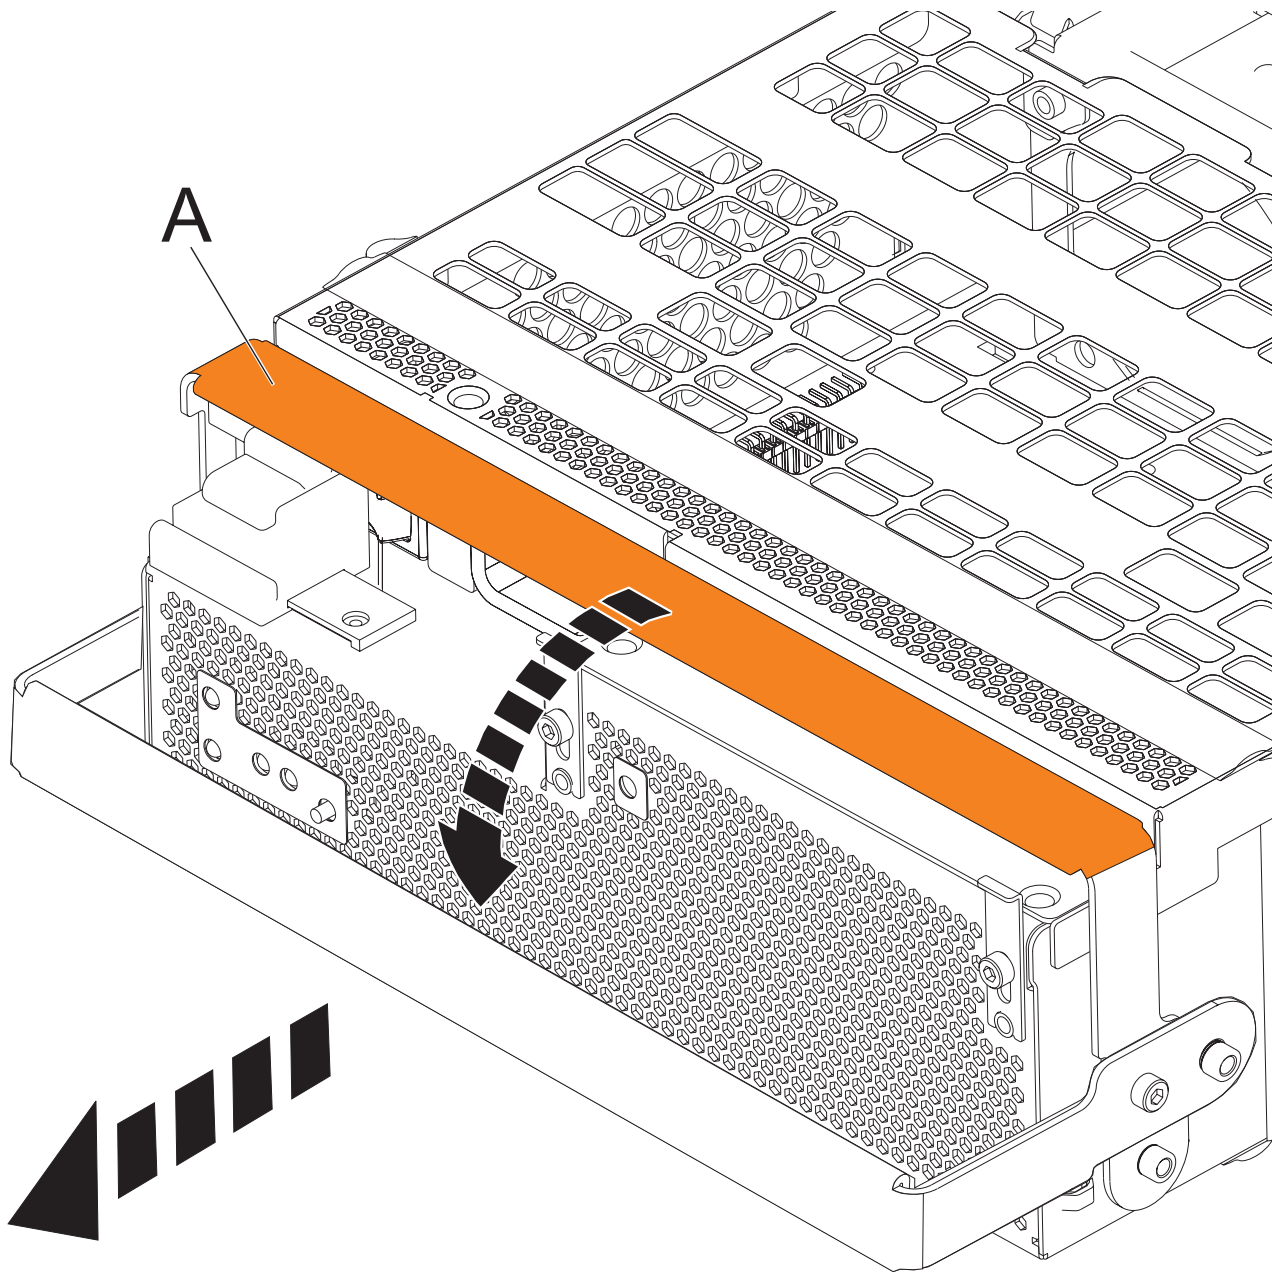

Figure 68. Retirer les ensembles de conversion hors ligne
- a. Tirez le levier (A) à fond vers le bas dans le sens indiqué pour dégager l'ensemble de conversion hors ligne. Pour plus d'informations, voir figure 68, à la page 90.